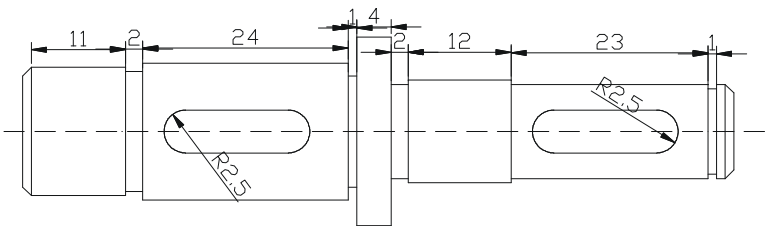

图 8-1-5
STEP 05 使用 ERASE 命令删除多余的线段，然后使用 MIRROR 命令镜像复制泵轴的上半部分，最终效果如图 8-1-5 所示。其操作步骤如下：